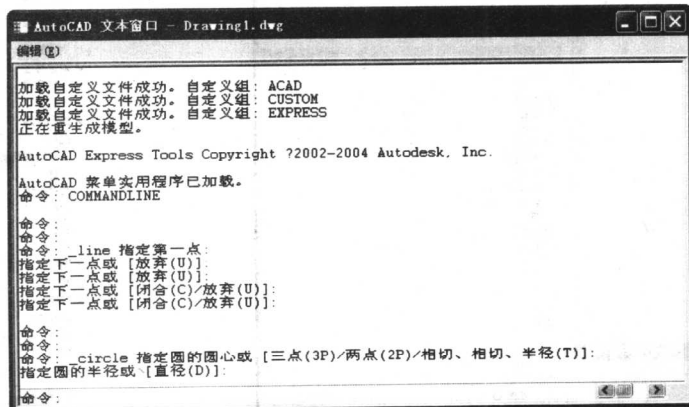

图 1-22 文本窗口
- (1) 移动拆分条，可以扩大与缩小命令窗口。
- (2) 可以拖动命令窗口，置于屏幕上的其他位置。默认情况下位于图形窗口的下方。
- (3) 对当前命令窗口中输入的内容，可以按 F2 键用文本编辑的方法进行编辑，如图 1-22 所示。AutoCAD 文本窗口和命令窗口相似，它可以显示当前 AutoCAD 进程中命令的输入和执行过程，在执行 AutoCAD 某些命令时，它会自动切换到文本窗口，列出有关信息。
- (4) AutoCAD 通过命令窗口，反馈各种信息，包括出错信息。因此，用户要时刻关注在命令窗口中出现的消息。